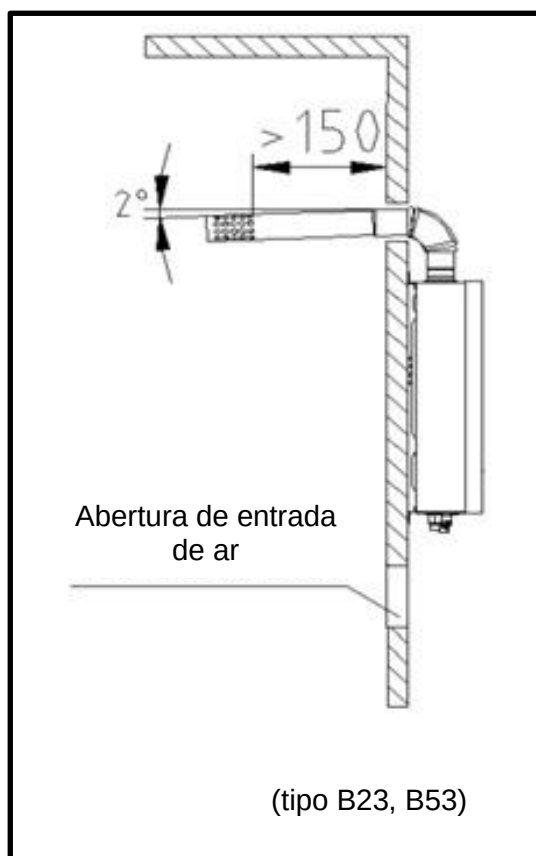

Fig. 11
1. Consultando a Fig. 11 sobre o método de instalação. Se o tubo de exaustão for muito curto, poderá prolongá-lo adequadamente. Verifique o tubo de exaustão e veja se está danificado ou se tem fugas de seis em seis meses.
3. A distância horizontal do tubo de exaustão deve ser quanto mais curta possível. A extremidade do tubo de exaustão deve ter uma inclinação de 2° para baixo (Fig. 11), para permitir que a água de condensação saia para fora do tubo.